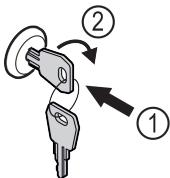

Fig. 177
- Πιέστε μέσα το κλειδί Fig. 177 (1).
- Περιστρέψτε το κλειδί 90° δεξιόστροφα Fig. 177 (2).